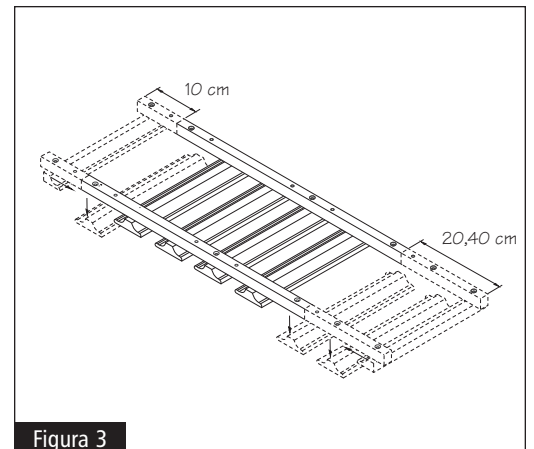

Figura 3
- 1** Coloque la unidad de soporte para copas en una superficie plana con las correas de instalación hacia arriba. Note que la unidad tiene 4 orificios a la izquierda y 5 orificios a la derecha. Con un destornillador, retire los dos (2) primeros rieles a la izquierda y a la derecha y vuelva a colocar el primer riel (más pequeño) donde estaba el segundo riel. Con un destornillador, retire los tres (3) primeros rieles a la derecha y vuelva a colocar el primer riel (más pequeño) donde estaba el tercer riel. Marque con un lápiz cada extremo de las dos correas de montaje. Consulte la figura 3.
- 4** Con los orificios pretaladrados en las correas de montaje, taladre los orificios de 1/8 pulg. a una profundidad de 3/8 pulg. y asegure a la parte inferior del gabinete con (8) tornillos Phillips #8 x 1-in.